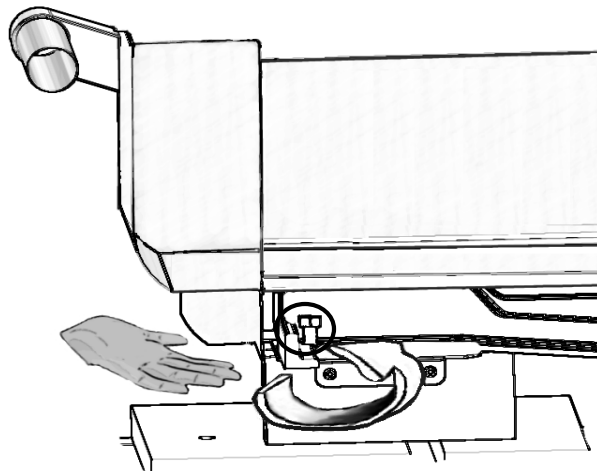

Figure 6: Retirez le boulon de palette
- **Modèles PRDS48JDSGU/C :** Pour avoir accès au boulon de la palette situé derrière le tiroir chauffant, atteignez le boulon situé en haut et derrière la structure de l'appareil et tenez-le en place à l'aide d'une clé de ½ po (voir *Figure 6*). Utilisez une deuxième clé pour desserrer le boulon situé en bas. N'enlevez **PAS** le tiroir chauffant.